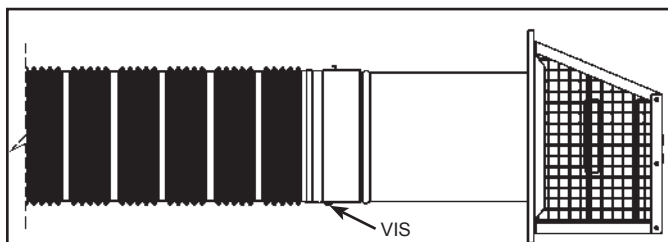
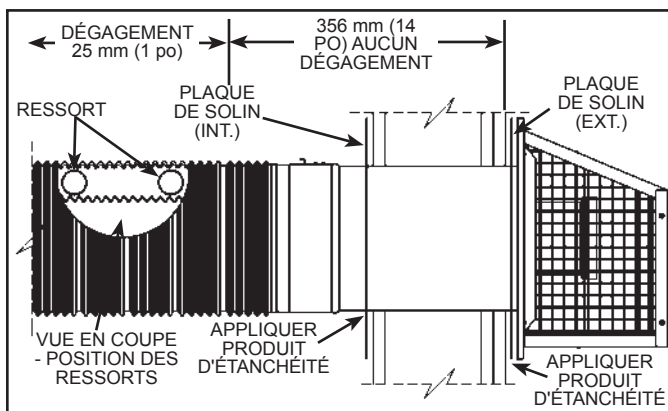

Figure 19
Figure 20
dégagement si l'épaisseur du mur est inférieure à 356 mm (14 po) (voir Figure 20).
Raccordez le conduit de ventilation et la terminaison de ventilation comme illustré à Figure 19.
Assurez-vous de respecter les distances de dégagement aux matières combustibles, comme illustré à Figure 20. En fonction de l'accessibilité à l'orifice du mur, il peut s'avérer judicieux de d'abord raccorder la terminaison de ventilation au conduit de ventilation, avant de l'insérer dans l'orifice.
Un raccordement complété est illustré à Figure 19.
Certains modèles sont fournis avec une plaque de solin pouvant être utilisée pour couvrir l'orifice percé à travers le mur (voir Figure 1 et Figure 20). Enfilez une première plaque de solin (si fournie) sur le tuyau ondulé flexible externe, puis insérez le tuyau à travers l'orifice du mur, à partir de l'extérieur du bâtiment. Vissez cette plaque de solin au mur extérieur. Ensuite, fixez solidement la terminaison sur le mur extérieur à l'aide des quatre vis d'ancrage (fournies) qui conviennent au type de matériau du mur extérieur. Puis, calfeutrez le joint entre la terminaison et le mur à l'aide d'un scellant à base de silicone conçu pour un usage extérieur (non inclus). Par la suite, enflez la deuxième plaque de solin sur le tuyau ondulé flexible externe, puis vissez cette plaque de solin au mur intérieur. Encore ici, calfeutrez le joint entre le tuyau ondulé flexible et la plaque de solin intérieure à l'aide d'un scellant à base de silicone approprié. Assemblez la terminaison au conduit de ventilation comme illustré à Figure 19.
3. Distance de dégagement du conduit de ventilation aux matériaux combustibles: 25 mm (1 po) (voir Figure 20).